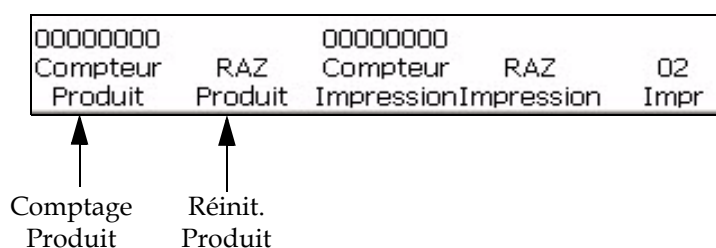

Figure 4-13: Cadre <02 Imprimer>
- 1 Naviguez jusqu'à la fenêtre <02 Imprimer> (01 Editer > 02 Editer > 03 Editer > 04 Editer - Config. Imprimante > 01 Imprimer > 02 Imprimer). Voir Figure 4-13.